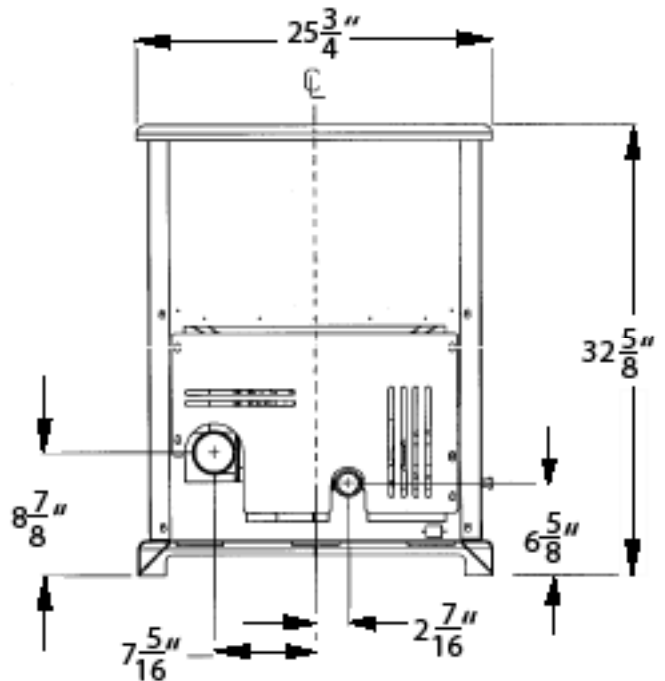
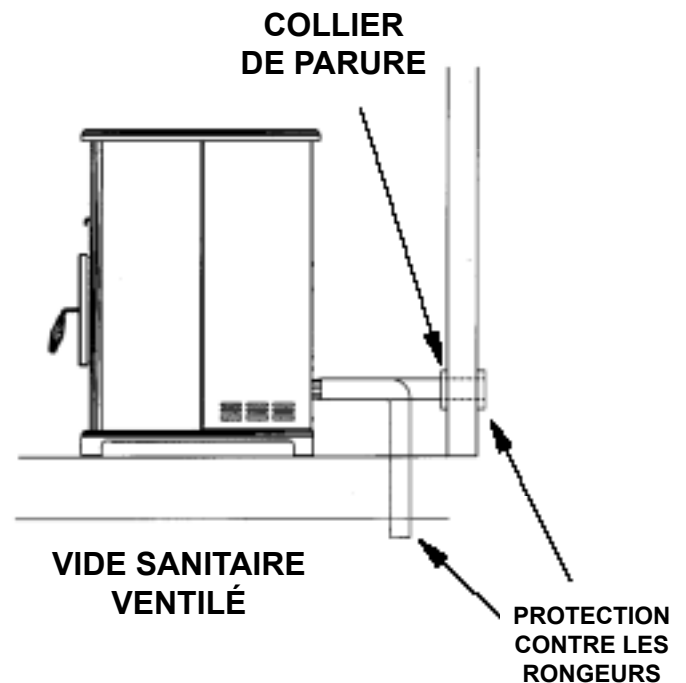

FIGURE 3
FIGURE 4
Pour une installation en maison mobile, le poêle doit être relié à une source extérieure d'air de combustion. Un tuyau métallique de diamètre intérieur 2", flexible ou bien rigide, peut être fixé sur l'entrée à l'arrière du poêle (référez-vous à la figure 3). Une protection contre les rongeurs (avec mailles de grillage d'au moins 1/4")/hotte anti-vent doit être utilisée à la terminaison (référez-vous à la figure 4). Tous les raccordements doivent être fixés et étanchéifiés, en utilisant une attache de tuyau du bon calibre et/ou du ruban métallique UL-181-AP.
2. Situez la position du trou dans le mur, directement derrière la sortie d'évacuation du poêle (référez-vous à la figure 3).